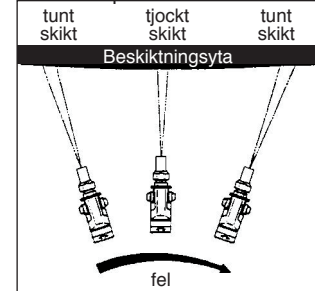

Bild 38: Vifta inte!
- Tänk på att ha en jämn hastighet och förflytta sprutpistolen parallellt med beskiktningssytan. Om du viftar med sprutpistolen blir beskiktningen ojämn (se Bild 38).